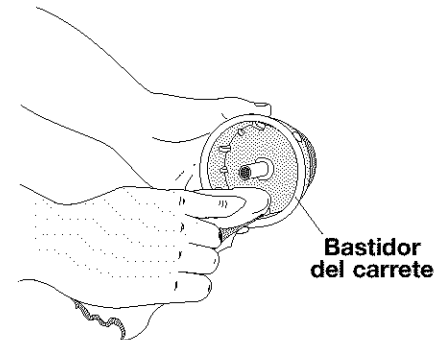

Fig. 21
3. Use un paño limpio para limpiar la superficie interior del bastidor del carrete (Fig. 21).